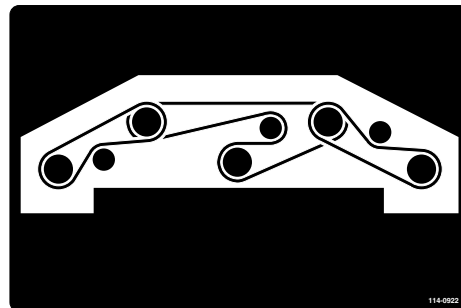

図 83
8. スピンドルプーリとアイドラプーリアセンブリに新しいベルトを回しかける 図 83。